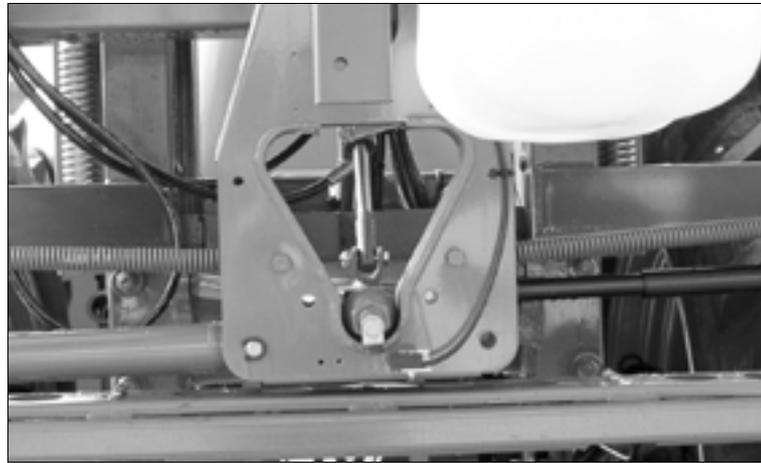

Fig. 57
- **Den Schwingungsausgleich grundsätzlich in Transportstellung verriegeln (Fig. 57, Spritz-Gestänge verriegelt)**